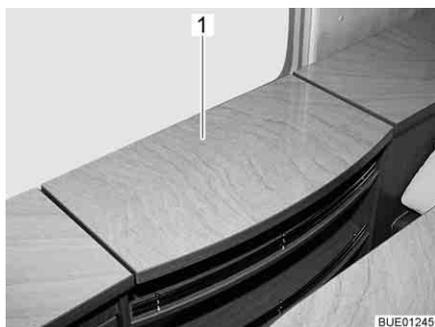
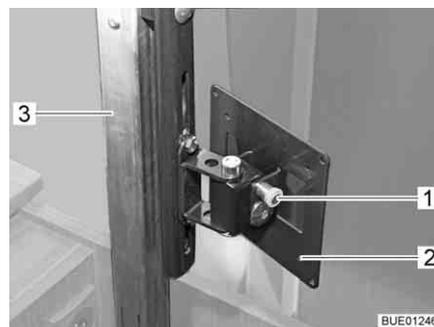

Fig. 51 Compartimento de TV
Fig. 52 Mecanismo de elevación
- Presionar ligeramente hacia abajo la parte central de la tapa (Fig. 51,1) del compartimento de TV. La columna de expulsión (Fig. 52,3) se desbloquea y sube.
- Tirar del botón de desbloqueo (Fig. 52,1) y girar el soporte (Fig. 52,2) con la pantalla plana a la posición deseada.
- Girar la pantalla plana de regreso a la posición inicial hasta que el soporte (Fig. 52,2) engatille en el bloqueo.
- Presionar hacia abajo la parte central de la tapa (Fig. 51,1) contra la resistencia de la columna de expulsión (Fig. 52,3) hasta que engatille el bloqueo.